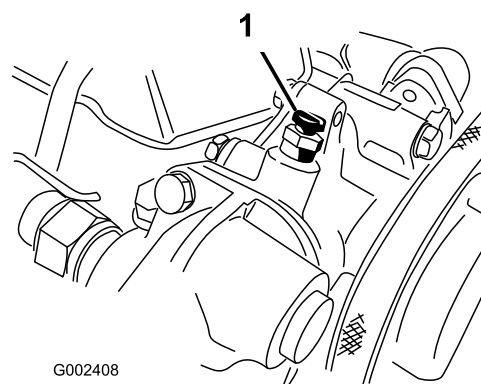

Figure 66
6. Ouvrez la vis de purge en haut de la pompe à eau (Figure 66).